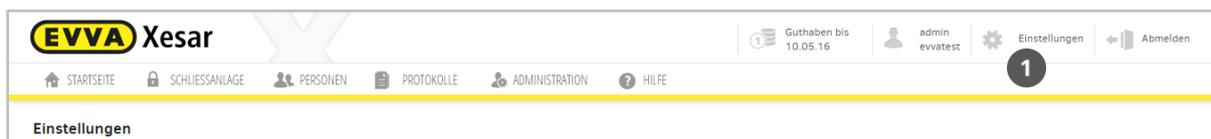

Abbildung 53: Einstellungen
Klicken Sie auf **Einstellungen** ❶ (Abbildung 53: Einstellungen), um diese zu öffnen.